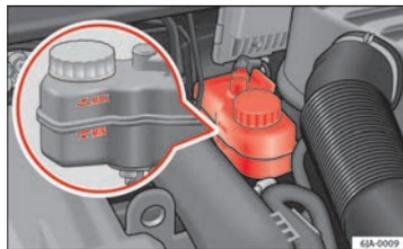

Fig. 127 Compartiment-moteur : Réservoir de liquide de frein
- Contrôlez le niveau de liquide de frein dans le réservoir ⇒ fig. 127. Le niveau doit se trouver entre les repères « MIN » et « MAX ».